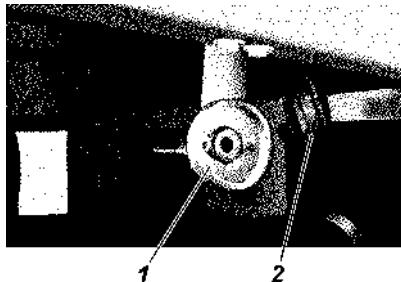
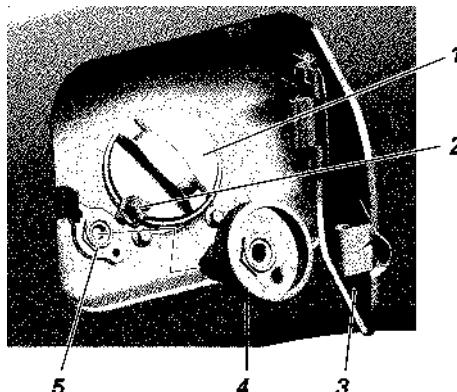

Рис. 20. Заправочное устройство для автомобилей УАЗ-236021, УАЗ-236022:
Рис. 21. Заправочный люк для автомобилей УАЗ-236321, УАЗ-236322:
2. Снимите заглушку 2 (рис. 20) с заправочного устройства (для автомобилей УАЗ-236021, УАЗ-236022).
3. Откройте крышку люка 3 (рис. 21). Снимите пробку бензобака 1 и пробку 2 с заправочного устройства 5 ввернув переходник в заправочное устройство 4 (для автомобилей УАЗ-236323, УАЗ-236324).
4. Присоедините муфту наполнительного шланга к заправочной горловине 1 (рис. 20) или переходнику 4 (рис. 21) и начните заполнение баллона.